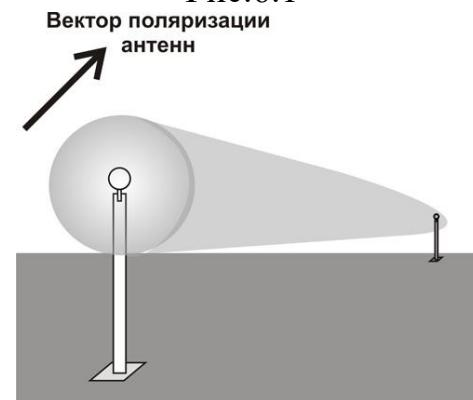
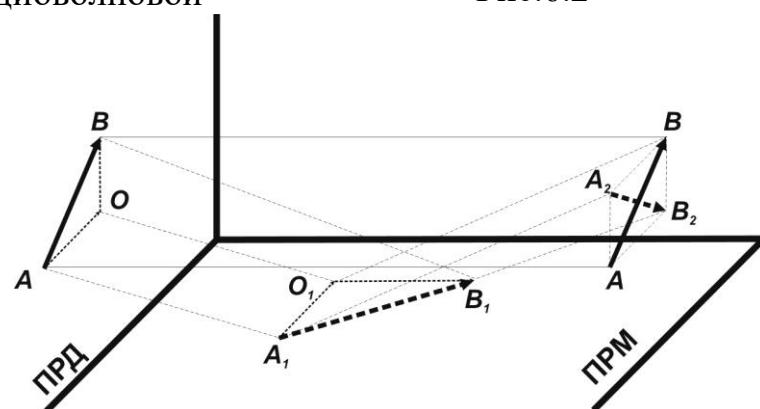

Рис.6.2
Рис. 6.3
6.1.1.2 Установка БПРМ и БПРД вертикально относительно поверхности земли (рис. 6.2) соответствует наклонной ориентации вектора поляризации антенн. Принцип работы извещателя с наклонной ориентацией вектора поляризации запатентован («Радиоволновой способ обнаружения объектов», Патент РФ №2348980). Плоско поляризованное электромагнитное поле (чувствительная зона) формируется между БПРД и БПРМ в виде вытянутого эллипсоида вращения, причем вектор поляризации АВ формируется под углом $\approx 45^\circ$ по отношению к прилегающим поверхностям (земле, заграждению и др., рис. 6.3). Отраженные от